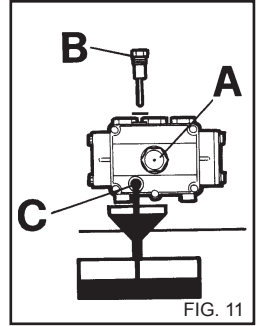

FIG. 11
- 2) Svitare il tappo con l'asta di controllo livello (fig. 11).